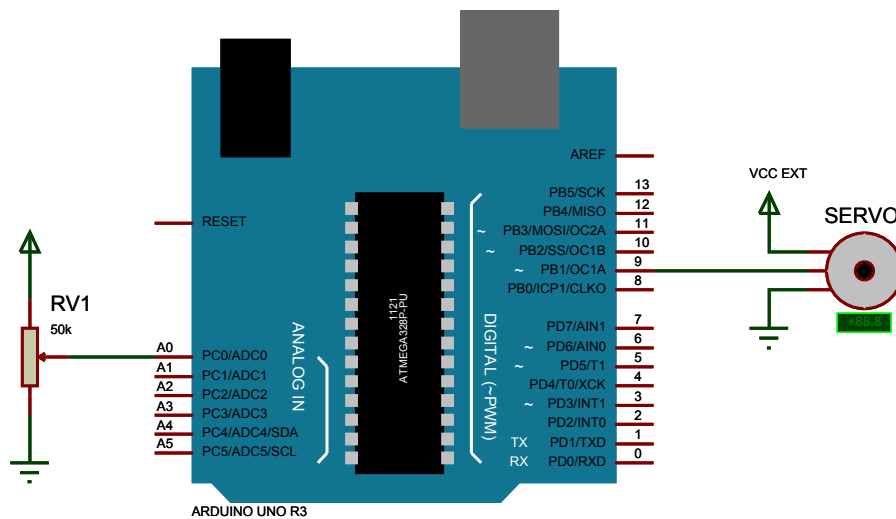

Figura 1: Esquemático de conexión servomotor y potenciómetro en Arduino.
En esta actividad vamos a controlar la posición de un servomotor con Arduino usando un potenciómetro, para esto deben realizarse las conexiones según se muestra en la figura 1.
- Paso 1** Con ayuda de la figura 1 arme el circuito en el protoboard. Recuerde conectar la alimentación del servomotor a una fuente externa de 5 V y conectar la tierra de ambos circuitos. **Llame a un profesor auxiliar para que verifique las conexiones.**